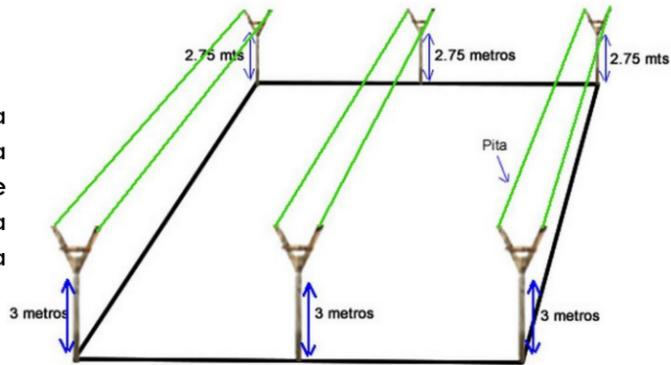

Figura 8
1.6.7 Colocación de pita guía: En este paso se coloca una pita guía sobre los postes Y's. La pita guía ayudara en la colocación de los otros postes Y's. La pita puede ser de albañil o algún otro disponible y funcional. La pita guía está representada en color verde en la figura 8.